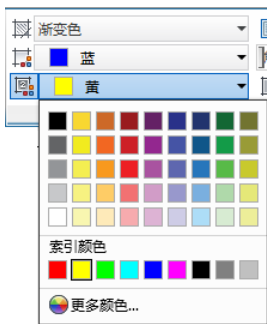

图 3-30 “选择颜色”对话框
1) “渐变色 1”按钮: 应用单色对所选对象进行渐变填充。系统打开“选择颜色”对话框, 如图 3-30 所示, 该对话框将在第 5 章详细介绍。